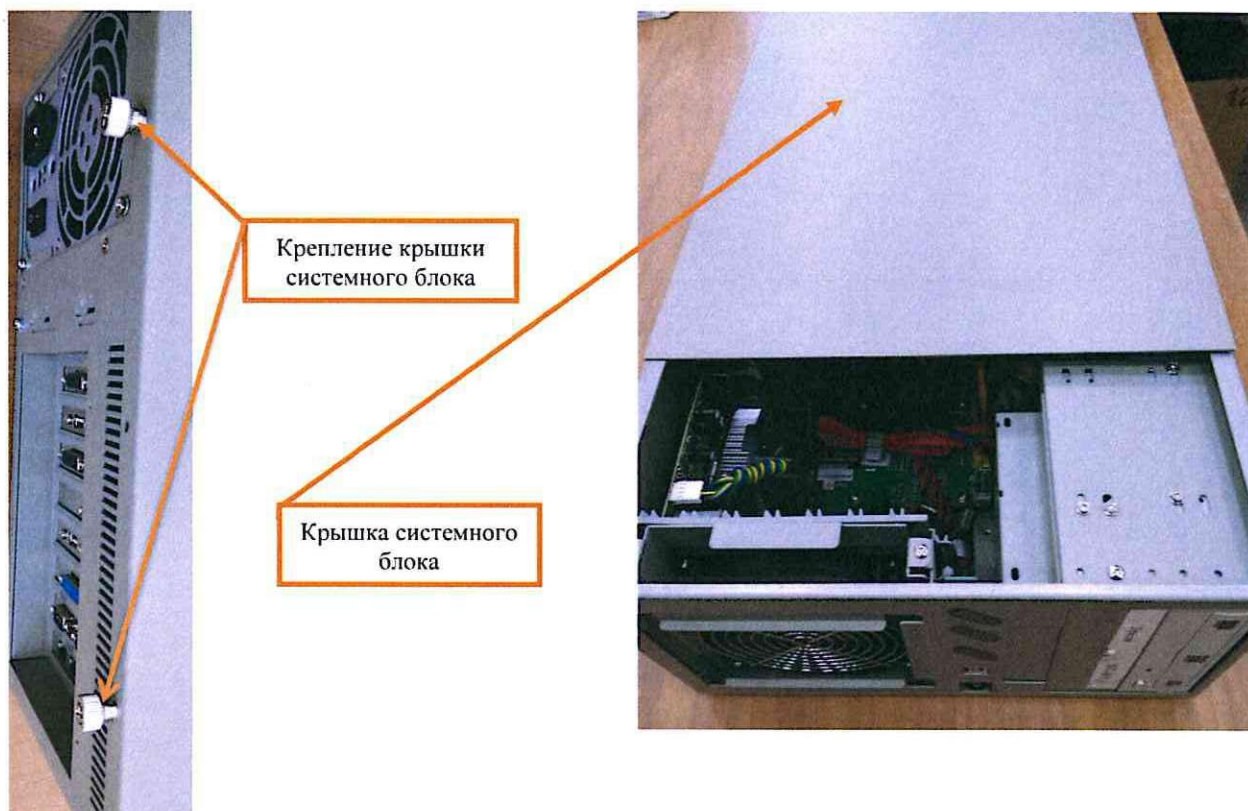

Рисунок 4. Болтовое крепление крышки системного блока.
7.1.7 Отвернуть крестовой отверткой болты на правой боковине системного блока и снять крышку (Рисунок 4).